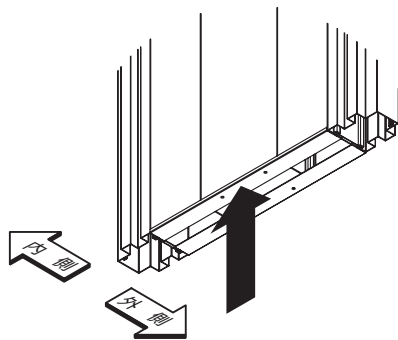
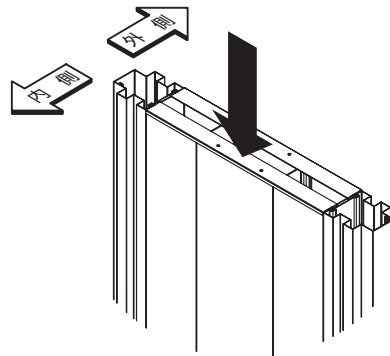

図6-9 A部ポスト固定位置詳細
図6-10 B部ポスト固定位置詳細
⑦ポストをはめ込んでください。(図6-9, 図6-10参照)